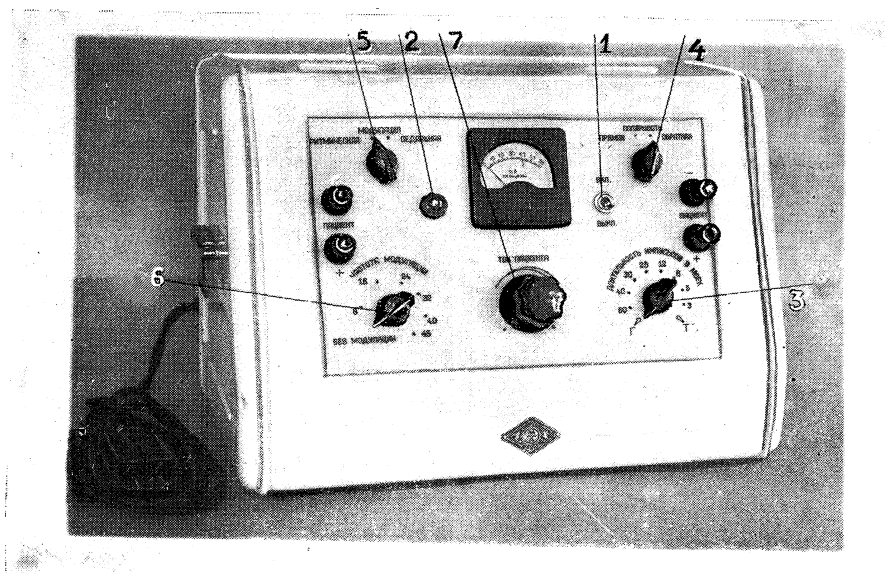

Рис. 7.
2. Проверить, чтобы выключатель питающей сети на панели аппарата находился в положении «выключено», а ручка потенциометра — в нулевом положении. Только после этого можно приступить к включению аппарата и его эксплуатации с установкой переключателей: режима работы (3) (см. рис. 7) («длительность импульсов»), полярности (4) и модуляции (5) и (6) в соответствующее предлагаемой лечебной процедуре положение. При проведении электродиагностики переключатель модуляции (5) должен находиться в положении «ритмическая».
4. При переводе выключателя аппарата (1) в положение «включено» загорается сигнальная лампа (2). Спустя 1—2 минуты после включения можно приступить к проведению электродиагностики или электростимуляции.